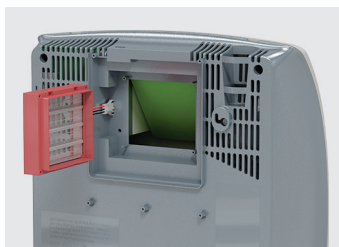

Рисунок 9
5. Подключите нагревательный элемент к разъему «мама» в приборе. Убедитесь, что соединение «мама-папа» надежно зафиксировано (рис. 9).